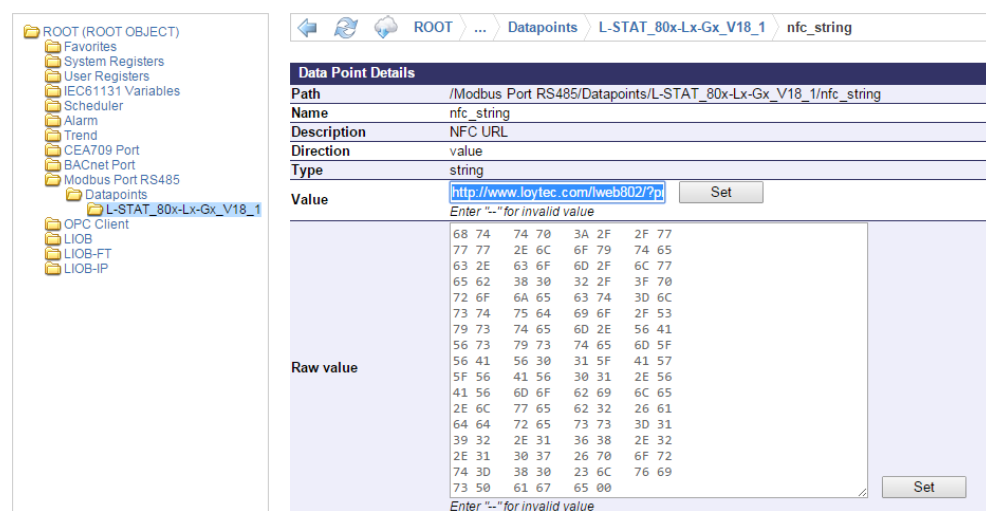

Abbildung 12: L-STAT NFC String
5. Öffnen Sie den **nfc_string** Datenpunkt im Webinterface ihres Geräts und setzen Sie die L-WEB Projekt URL in das **Value** Feld ein, wie in Abbildung 12 gezeigt.